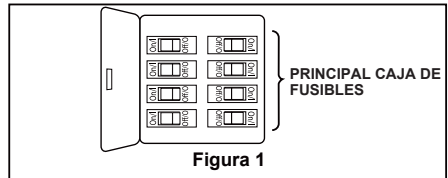

Figura 1
1. Extraiga la pieza de la bola colgante de la unidad de la bola colgante / varilla aflojando el tornillo de presión de la bola colgante hasta que la bola se libere de la varilla. Retire el pasador del barral y luego extraiga la semiesfera. Conserve el pasador y la semiesfera para su reinstalación en el Paso 9. (Figura 1)
Para evitar una posible descarga eléctrica, asegúrese de cortar la alimentación eléctrica de la caja de fusibles principal antes de colgar el ventilador. (Figura 1)
1. Para configurar el código de unidad del receptor. Deslice los interruptores de código a las mismas posiciones que en el transmisor. (Figura 1)